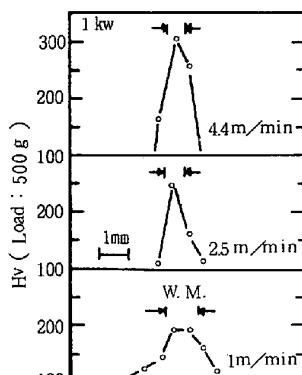

Fig.1 Hardness distribution of welded at various welding speeds
3. レーザ溶接機の概要 Photo.1に溶接機の主要部を、Table 1に仕様を示す。装置のおもな特徴は以下のとおりである。①ダブルカットシャー内蔵の自動溶接機 ②切断線が溶接線に一致 ③つき合わせストロークおよびつき合わせ荷重のコントロール ④みぞ付のバックバー使用
4. 溶接部の品質 Photo.2にアルミキルド鋼のレーザ溶接継手を示す。ビードは盛りあがらず母材と同程度の厚みとなっており、コイルビルトアップに適した継手形状であることがわかる。継手強度はFig.1から明らかのように母材強度より高くなっている。実際の引張試験結果でも破断位置は全て母材であり、また曲げ特性も良好である。溶接部の品質は一般冷延鋼板のみならず、ステンレス鋼、ケイ素鋼などの特殊鋼も良好な結果が得られており、本装置は多品種の鋼帶の溶接に適用できる。